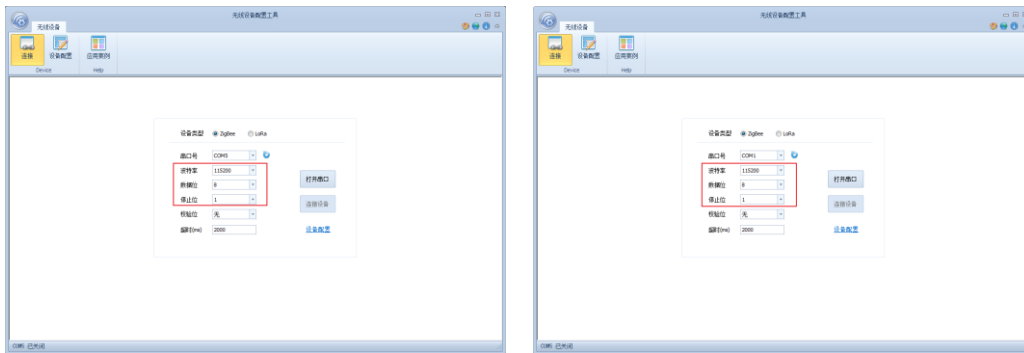

图 4.1 打开串口
1. 把两个评估板的 USB 口分别连接到电脑上，按照提示安装 USB 转串口驱动，此时电脑出现两个串口。打开 ZigbeeCfg 软件，选择正确的串口号，评估板出厂默认的串口参数为 115200 8N1，如图 4.1 所示。